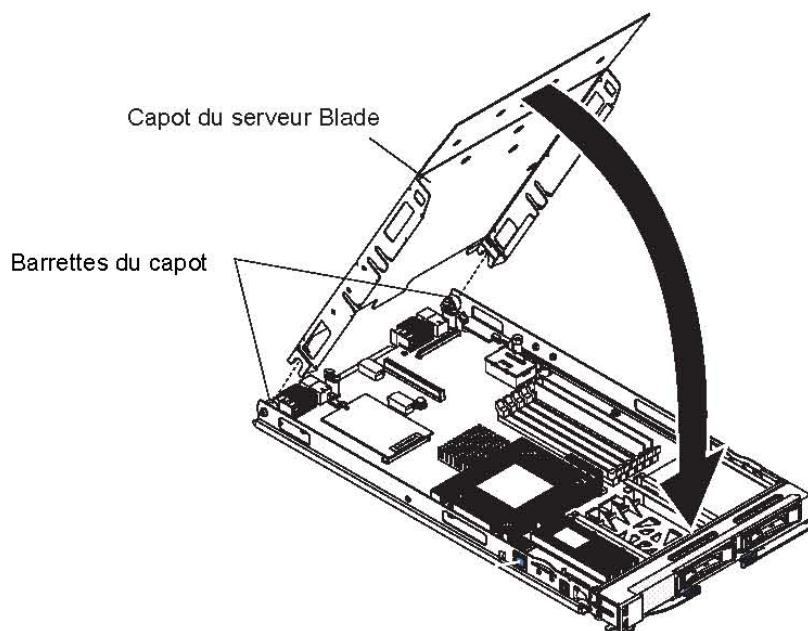

Figure 3-11. Fermeture du capot du serveur Blade
2. Abaissez le capot de sorte que les broches de la glissière arrière s'emboîtent dans les encoches à l'arrière du serveur Blade (voir Figure 3-11). Avant de refermer le capot, vérifiez que tous les composants sont correctement installés et que vous n'avez pas oublié d'outils ou d'objets dans le serveur Blade.
3. Placez le capot en position fermée jusqu'à ce qu'il s'emboîte, comme indiqué dans l'illustration (voir Figure 3-11).